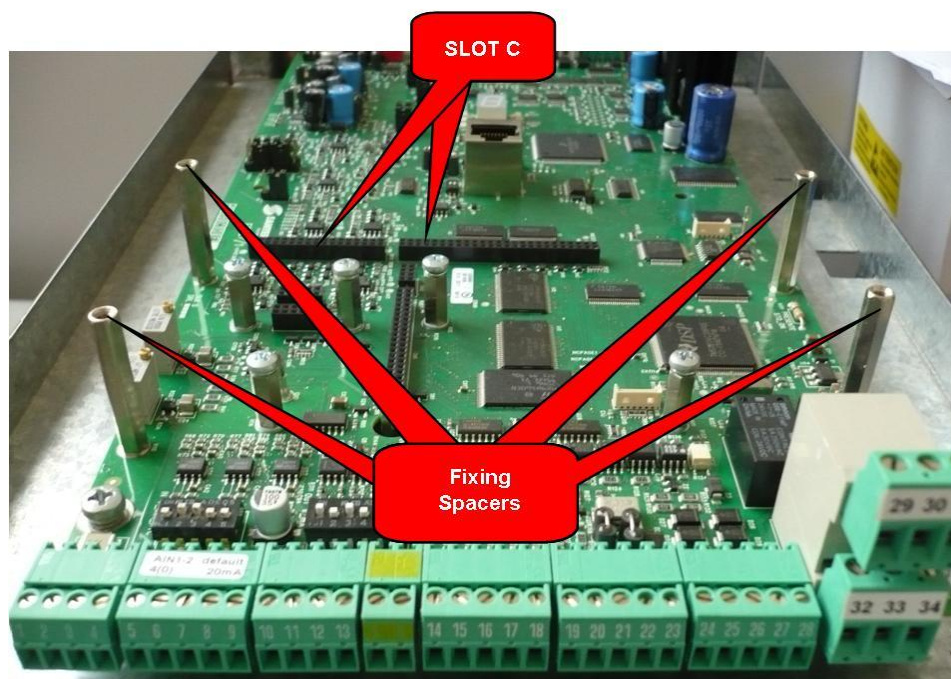
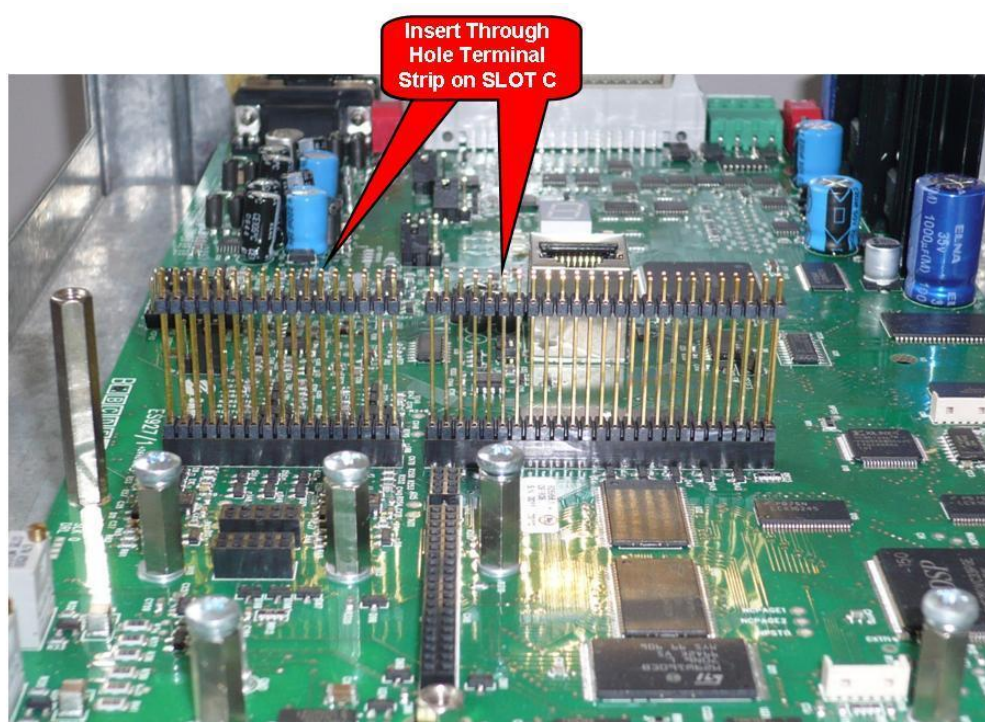
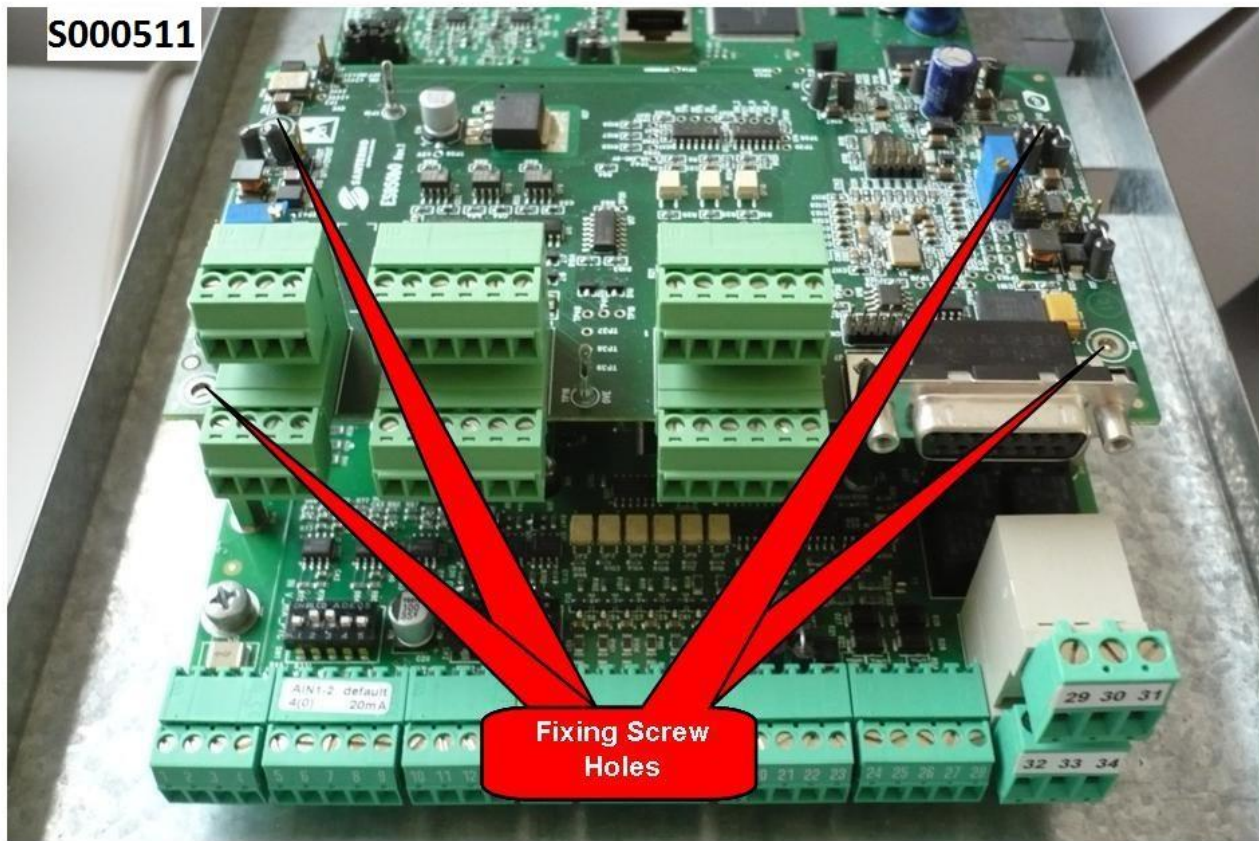

Figura 158: Posizione dello slot C all'interno del coperchio morsettiere Inverter
Figura 159: Inserimento pettini nello SLOT C
Figura 160: Fissaggio della scheda ES966 dentro l'inverter
3. Rimuovere il coperchio di protezione della morsettiera dell'inverter agendo sulle due viti frontali nella parte bassa del coperchio. Risulta così accessibile lo slot C della scheda di controllo sul quale va installata la scheda ES966 come visibile in Figura 158.
4. Inserire la scheda nello slot C facendo attenzione ad allineare correttamente i pettini dei contatti con i due connettori dello slot C (CN7A e CN7B): si vedano la Figura 158, la Figura 159 e le seguenti. Se la scheda è correttamente installata si ha l'allineamento tra i quattro fori di fissaggio e le corrispondenti sedi delle viti delle colonnette metalliche di supporto. Dopo aver controllato il corretto allineamento serrare le quattro viti di fissaggio della scheda come mostrato nella Figura 160.